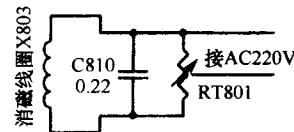

图 1-3 消磁电路
(2)消磁电路。消磁电路是利用消磁电阻 RT801 的热敏性能,在开机瞬间通过消磁线圈产生一个由强变弱的交流磁场,对显像管进行消磁,以免荧光屏受地球磁场或其他磁场影响产生色斑。C810 是抑制干扰电容。电路如图 1-3 所示。
消磁电阻 RT801 有大电流流过时,表面温度急剧升高,使 RT801 的阻值近于无穷大,消磁线圈上的磁场消失。而维持 RT801 处于截止状态需要一定的电流,所以该形式的消磁电路不但效率低,而且消磁电阻因长期工作在高温阻流状态,比较容易损坏。因此,许多新型大屏幕彩电的消磁电路采用受控方式。采用受控方式的消磁电路与图 1-3 所示的自动消磁电路主要区别是:在消磁回路中串接单开关或双开关继电器,并且继电器是否工作由微处理器控制。部分高档大屏幕彩电还有手动消磁功能。